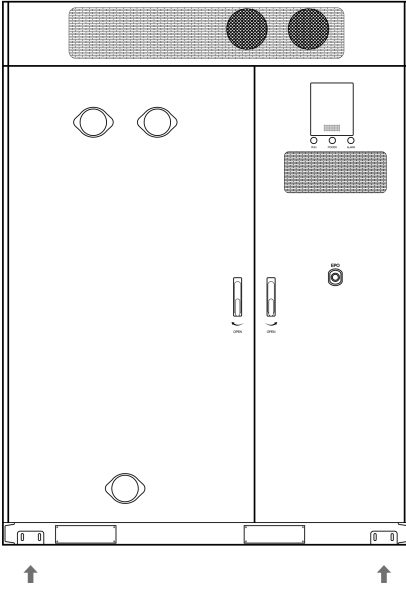
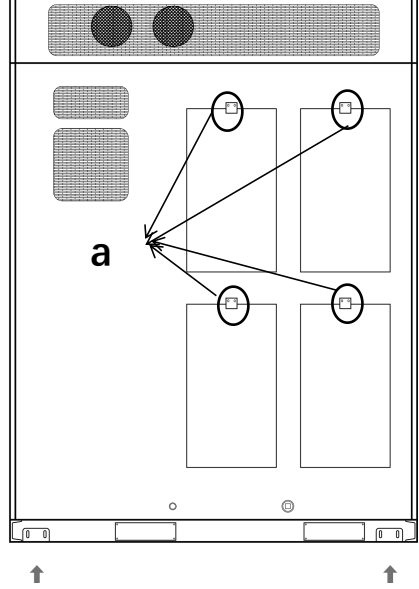

Рисунок 1-1
Рисунок 1-2
1. Визначте розташування чотирьох монтажних отворів: 2 отвори на передній панелі шафи. (Рисунок 1-1) та інші на задній панелі (Рисунок 1-2).